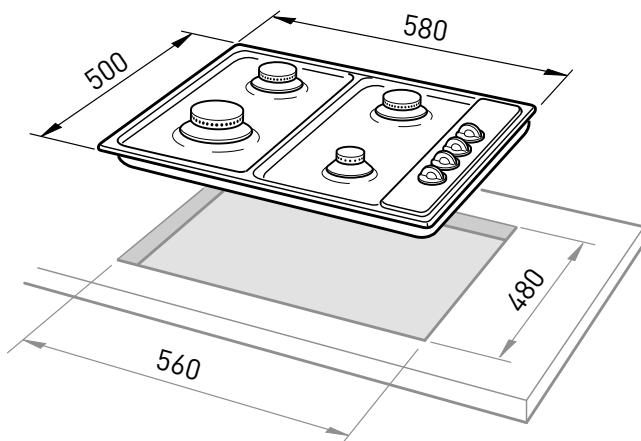

Fig. 4.1a
Pour faire l'encastrement, il est nécessaire de pratiquer une découpe avec les dimensions indiquées dans les figures 4.1a - 4.1b en tenant compte que:
- ✓ toute paroi à côté de la table de cuisson doit se trouver à une distance minimale de 100 mm (fig. 4.1a - 4.1b);